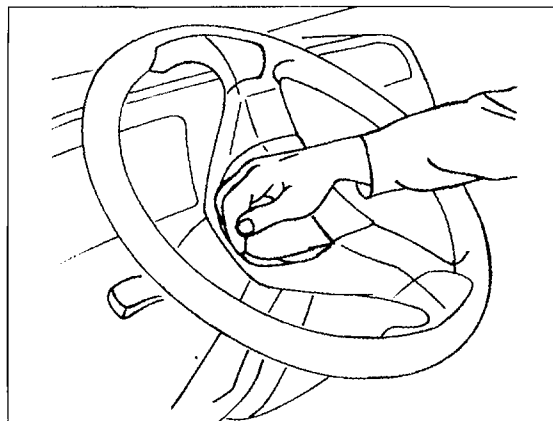
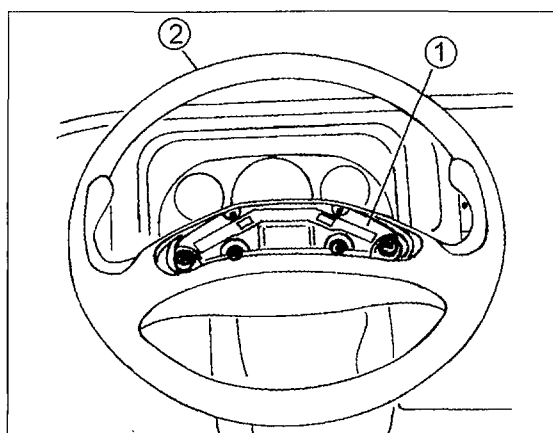

Bild 277
Bild 278
- Die Abdeckung in der Mitte des Lenkrades ausbauen. Diese ist nur eingeklipst und wird mit einer Hand erfasst und zur Seite zu herausgezogen, wie es Bild 277 zeigt. Die darunterliegenden Kabelstecker vom Hupendrucker abziehen. Bei der älteren Ausführung mit einer querliegenden Abdeckung wird diese abgeschraubt. Die darunterliegende Hupenbetätigung in Bild 278 ausbauen und die Kabelanschlüsse abklemmen.